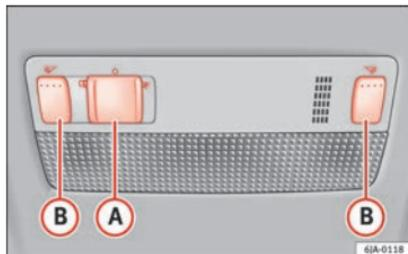

Fig. 133 Éclairage intérieur – variante 1.
Lorsque la commande d'éclairage depuis la porte est activée (commande [A] »» fig. 133 sur la position ④), la lumière s'allume si :